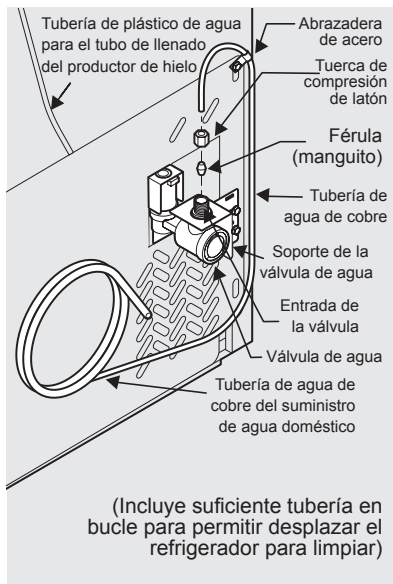

Figura 1
2. Coloque el extremo de la tubería de suministro de agua en el fregadero o en un balde. Gire a **encendido (ON)** el suministro de agua y purgue la tubería de suministro hasta que el agua salga limpia. Gire a **apagado (OFF)** el suministro de agua en la válvula de cierre.
4. Si usa tuberías de cobre: deslice la tuerca de compresión de bronce y luego la férula (manguito) en la tubería de suministro de agua. Empuje la tubería de suministro de agua hacia dentro de la entrada de la válvula de agua lo más posible ($\frac{1}{4}$ de pulgada/6,4 mm). Deslice la férula (manguito) en la entrada de la válvula y apriete manualmente la tuerca de compresión en la válvula. Ajuste otra media vuelta con una llave; **NO** apriete en exceso. Consulte la Figura 1.